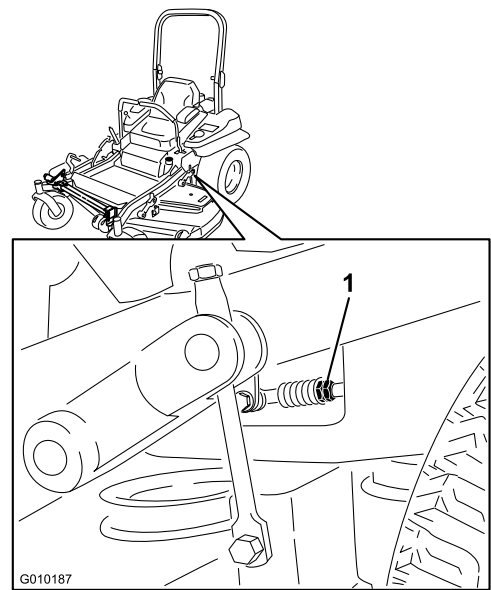

Figura 76
7. Ponga las palancas de control de movimiento en la posición de punto muerto. Ajuste la longitud de las varillas de control de las bombas girando las tuercas dobles de la varilla en el sentido apropiado, hasta que las ruedas se muevan ligeramente en marcha atrás (Figura 76). Mueva las palancas de control de movimiento a la posición de marcha atrás y, aplicando una ligera presión a la palanca, deje que los muelles de marcha atrás devuelvan las palancas a punto muerto. Las ruedas deben dejar de girar o moverse muy lentamente en marcha atrás.